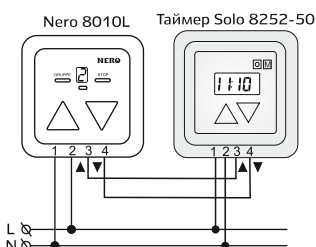
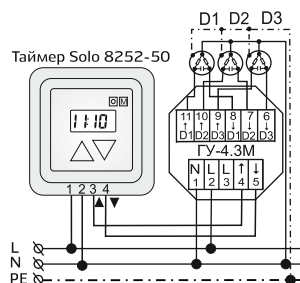

Рис. 3 — Таймер для линейки Nero
Рис. 4 — Таймер (пульт) для ГУ-4.3М
- подключение к другим проводным устройствам автоматики в качестве пульта или таймера: управление осуществляется посредством подачи питающего напряжения ~220-230 В (рис. 3 и рис. 4);